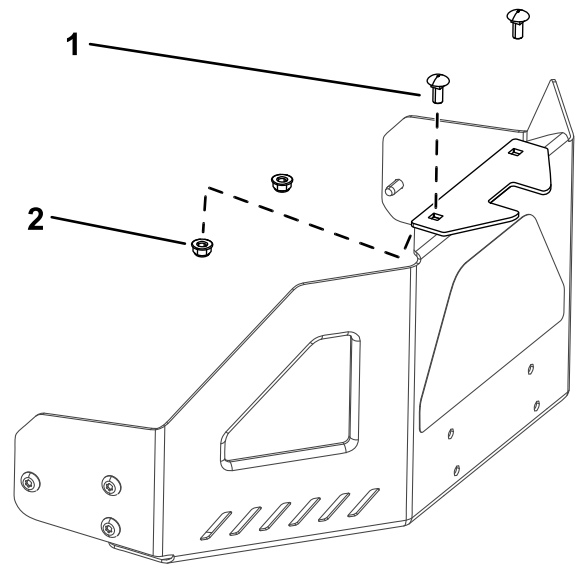

Bild 9
1. Befestigen Sie den Stabilisatorbügel mit zwei Schlossschrauben (5/16" x 3/4") und zwei Sicherungsmutter (5/16") an der Motorschutzvorrichtung (Bild 9).